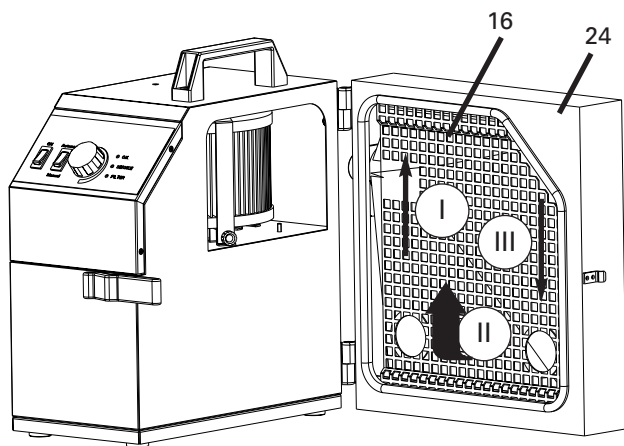

Abb. 9
- Schieben Sie das Stützgitter 16 bis zum Anschlag nach oben (I), kippen Sie es nach außen (II) und nehmen es nach unten heraus (III). (Abb. 9).